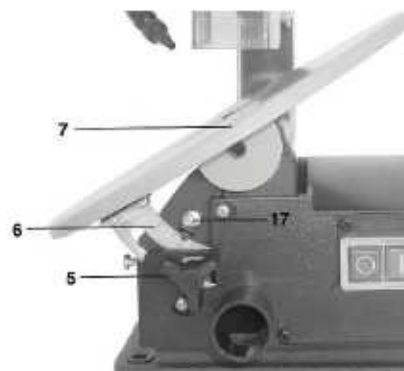

Imagen 9: Inclinar mesa de sierra
Paso 1: Soltar el tornillo prisionero (5).
Paso 2: Inclinar la mesa de sierra (7, imagen 9) hacia la izquierda hasta que el indicador (17) indique el ángulo deseado en la escala graduada (6). La mesa de trabajo se puede inclinar en un ángulo 0° a 45° hacia la izquierda.
Paso 2: Soltar el tornillo prisionero (5, imagen 9) y usar la escuadra para posicionar la mesa en un ángulo de 90° con respecto a la hoja de sierra. Luego volver a apretar el tornillo prisionero para fijar el nuevo ajuste.